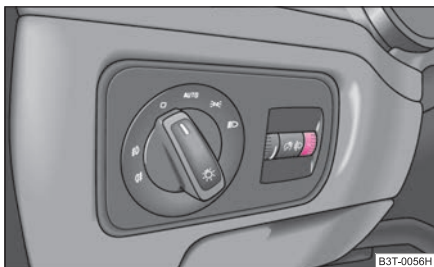

Abb. 45 Schalttafel: Leuchtweitenregulierung
- Drehen Sie den Drehregler \Rightarrow Abb. 45, bis das Abblendlicht so eingestellt ist, dass andere Verkehrsteilnehmer nicht geblendet werden.